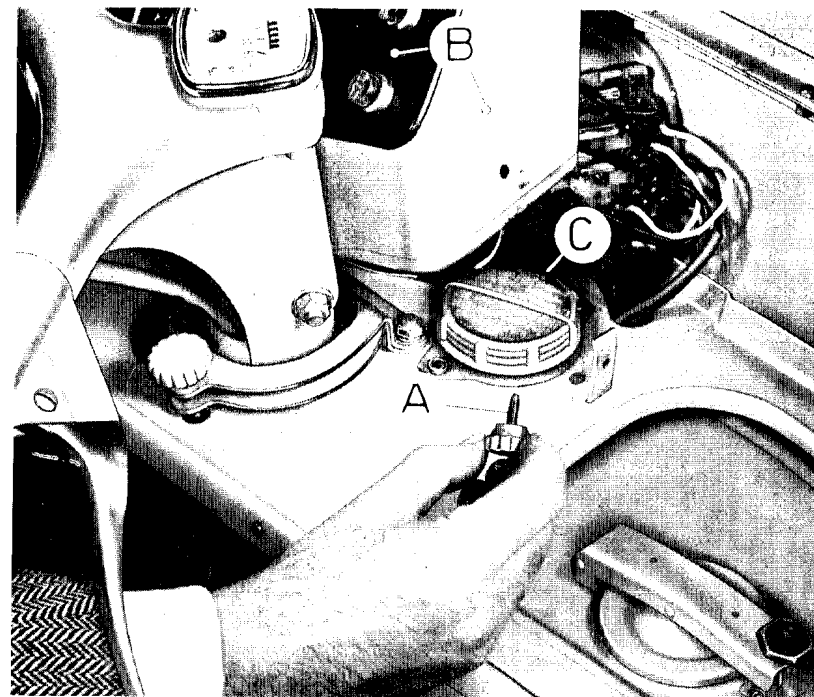

Fig. 23 - Serbatoio della pompa freno
<p>RODAGGIO (primi 1500 Km.):</p> <p>— Non superare le velocità di:</p> <p style="padding-left: 40px;">10 Km/h con la 1.a velocità 16 Km/h con la 2.a velocità 25 Km/h con la 3.a velocità 40 Km/h con la 4.a velocità</p> <p>In salita, non viaggiare « a pieno gas ».</p> <p>Dopo i primi 1000 Km. sostituire l'olio nel cambio (ved. pag. 30), controllare il livello olio nel serbatoio della pompa freno (fig. 23 e pag. 30), registrare la tensione delle catene (pag. 26) e controllare che non si siano allentati dadi e bulloni: particolarmente i dadi che fissano le ruote.</p>
AGGIUNTA DI OLIO NEL SERBATOIO DELLA POMPA FRENO	Togliere il cruscottino, svitando i due pomelli laterali, tirandolo indietro e sollevandolo (fig. 23, A - B); svitare il tappo del serbatoio olio « C » e immettere l'olio necessario.  Il livello deve essere compreso fra 2,5 cm. sotto la superficie del tappo (livello max) e 1 cm. sopra il fondo del serbatoio (livello minimo): sul serbatoio sono stampate le indicazioni « MAX » e « MIN ».
4) - Controllare e, se necessario, ripristinare il livello olio nel serbatoio della pompa del freno idraulico (fig. 23).